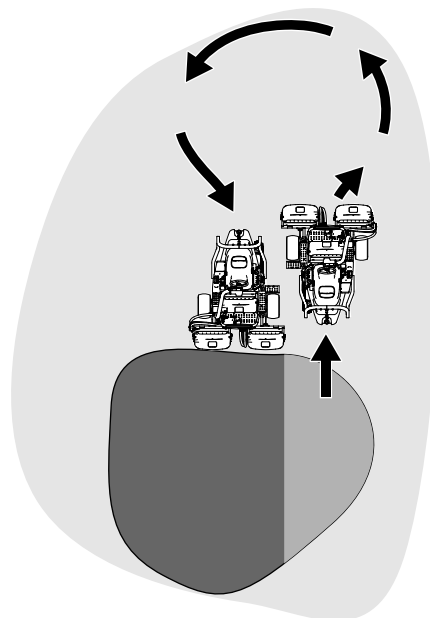

Figure 30
6. Pour réduire le temps de travail et faciliter l'alignement pour la passe suivante, tournez momentanément la machine dans la direction opposée, puis tournez-la vers la partie à tondre. Ce demi-tour en « goutte d'eau » (Figure 30) permet d'aligner rapidement la machine pour la passe suivante.